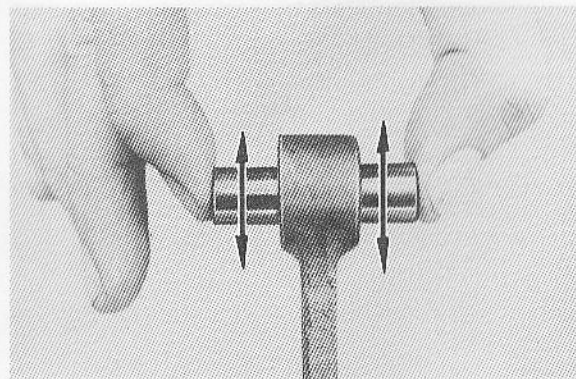

Fig. 3-3-7
4. Apply a light film of oil to pin and bearing surfaces. Install in connecting rod small end. Check for play. There should be no noticeable vertical play. If play exists, check connecting rod small end for wear. Replace pin and bearing or all as required. (Fig. 3-3-7)
4. Appliquer une fine couche d'huile sur l'axe et les surfaces de roulement. Installer dans le pied de bielle. Vérifier le jeu. Il ne devrait pas y avoir de jeu vertical notable. Si un jeu évident existe, vérifier si le pied de bielle est usé. Remplacer l'axe et le roulement ou l'ensemble si nécessaire. (Fig. 3-3-7)